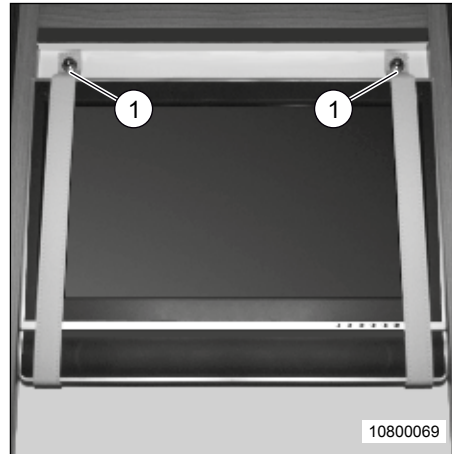

Fig. 78 Téléviseur, sécurisé
→ Avant de prendre la route, toujours fixer le téléviseur avec les sangles (Fig. 78, pos. 1).
1. Desserrer les sangles (Fig. 78, pos. 1) au-dessus du téléviseur.